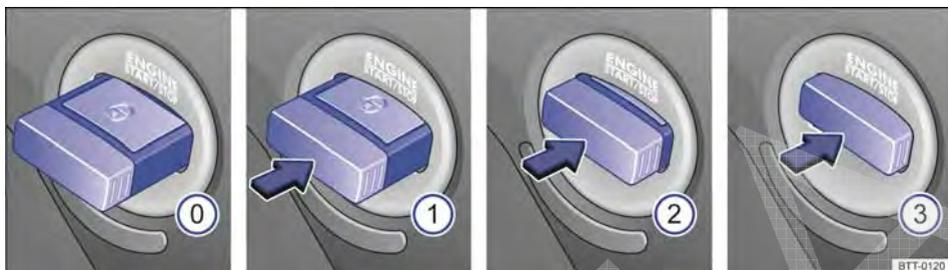

Fig. 112 Posições da chave do veículo no cilindro da ignição.
Posições da chave do veículo → Fig. 112
3.	Vale para: veículos com motor a diesel: para pré-incandescência, girar a chave do veículo no cilindro da ignição para a posição → Fig. 112 ① A luz de controle  se acende no instrumento combinado.